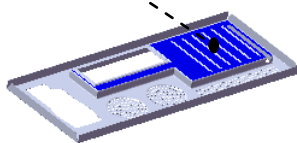

图 17.7.79 定义草图平面
Step17. 创建图 17.7.78 所示的切除—拉伸 3。选择下拉菜单 **插入(I)** → **切除(C)** →  **拉伸(E)...** 命令；选取图 17.7.79 所示的表面作为草图平面，在草图环境中绘制图